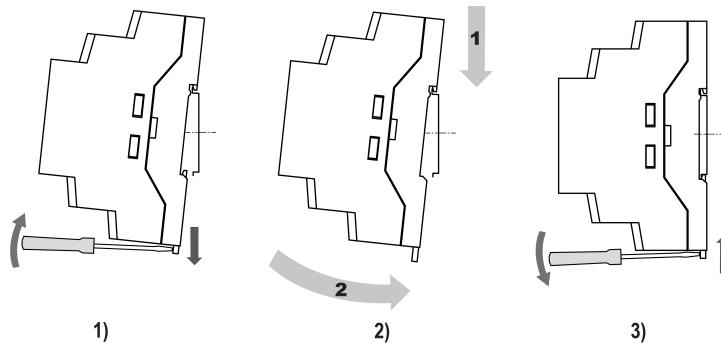

Рисунок 4.10 – Монтаж прибора с креплением на DIN-рейку
2. Вставив отвертку в проушину, оттянуть защелку ( см. рисунок 4.10, 1)
3. Установить прибор на DIN-рейку в соответствии с направлением стрелки 1 (см. рисунок 4.10, 2);
4. Прижать прибор к DIN-рейке в направлении, показанном стрелкой 2 (см. рисунок 4.10, 2).
Зафиксировать защелку (см. рисунок 4.10, 3).